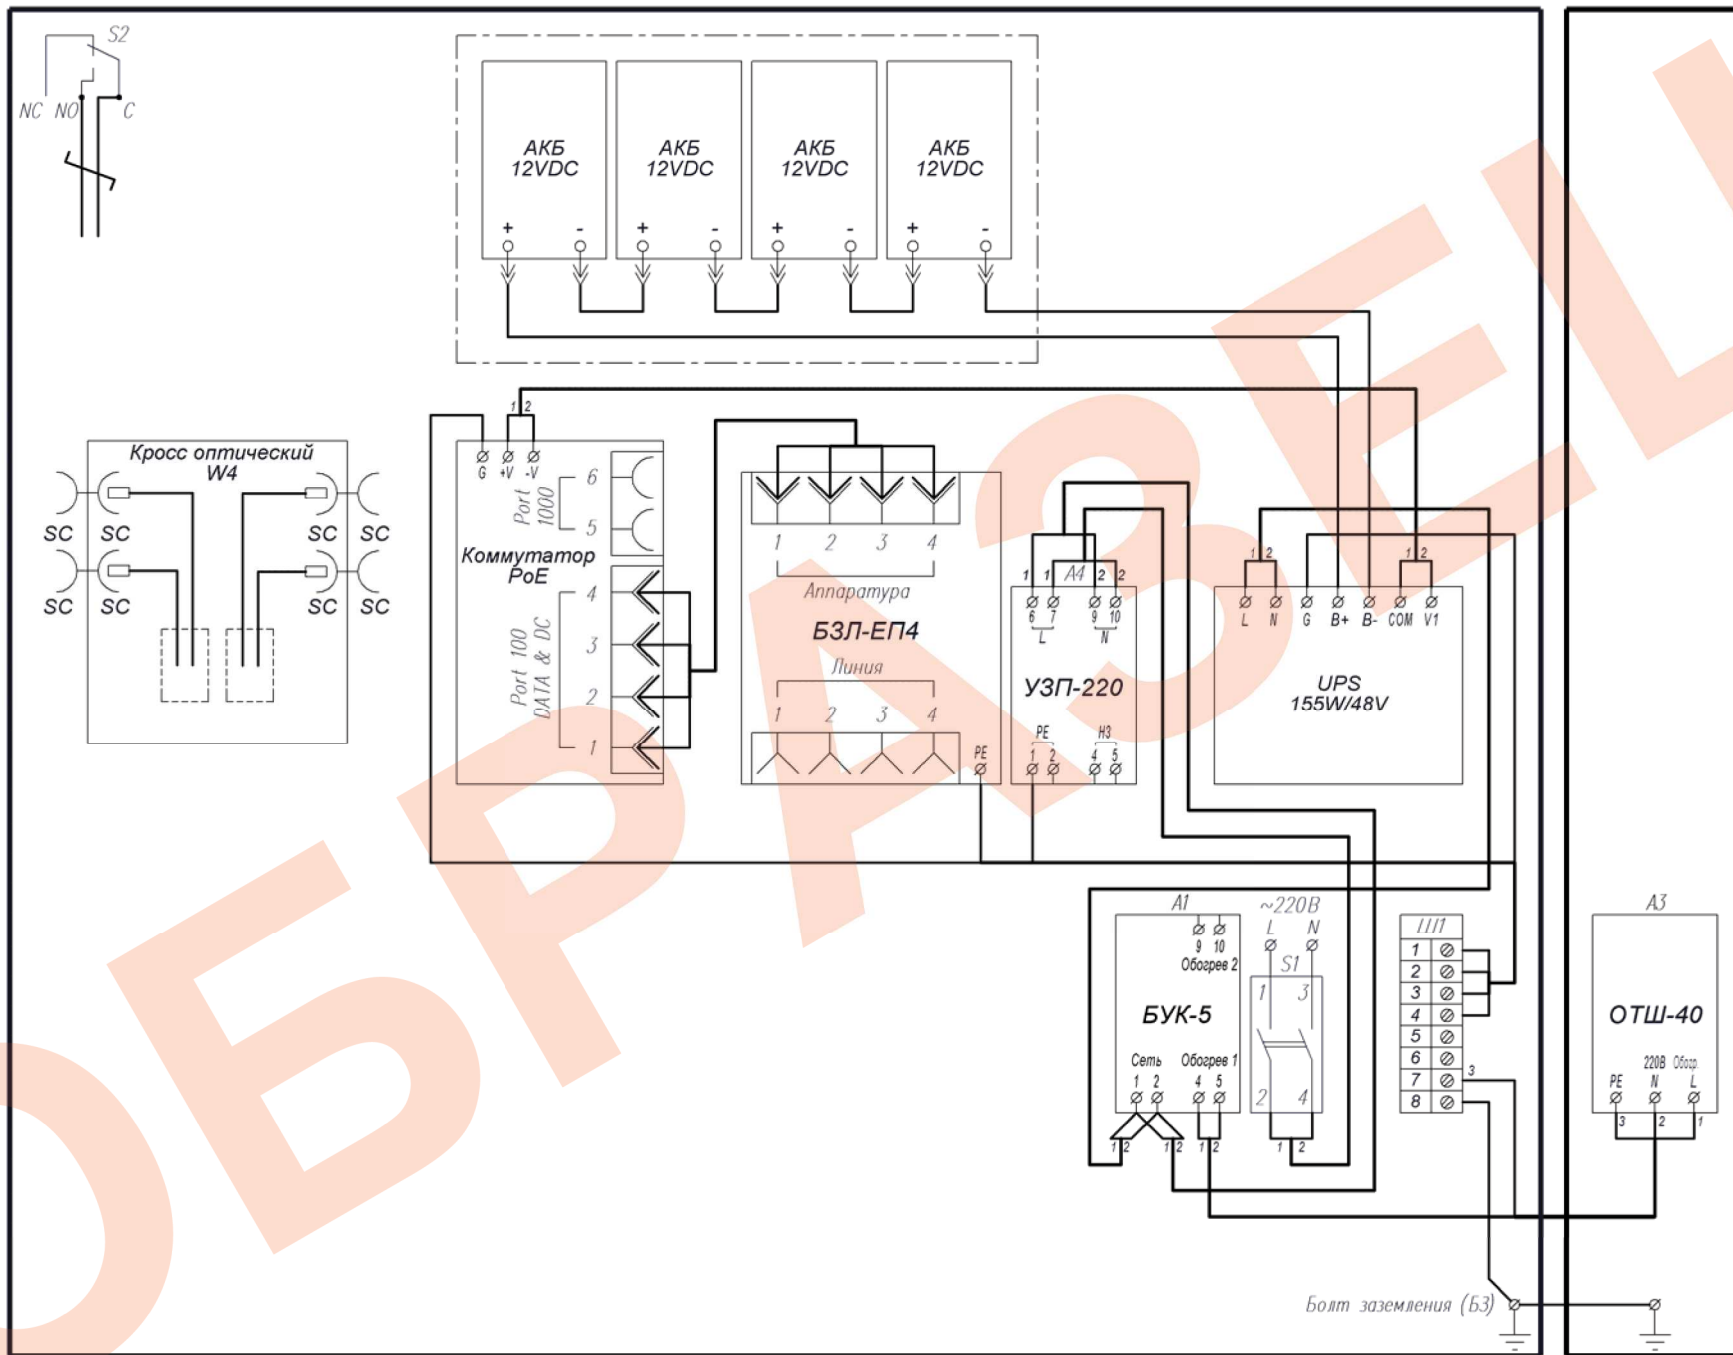

Рис.1 Схема электрическая принципиальная
1. Заземлить изделие при помощи болта заземления (БЗ) (рис.1).